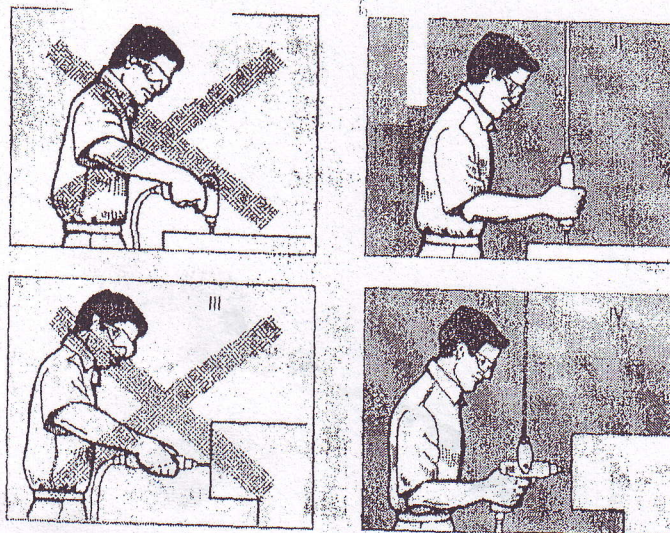

Рис. 10. Инструмент при работе должен находиться чуть ниже локтя и перед туловищем
- пользуясь инструментом с электроприводом, находиться в устойчивой позиции. Пол должен быть ровным, свободным от посторонних предметов и нескользким. Ничто не должно мешать движению коленей и ступней, а рабочий должен находиться как можно ближе к месту операции. Инструмент в работе должен находиться чуть ниже локтя и перед туловищем (рис. 10). Для ног не должно быть преград. При работе с использованием ручных электрических машин в стационарных условиях целесообразно применять подвеску инструмента. Электрические машины при массе свыше 10 кг должны быть обязательно подвешены;